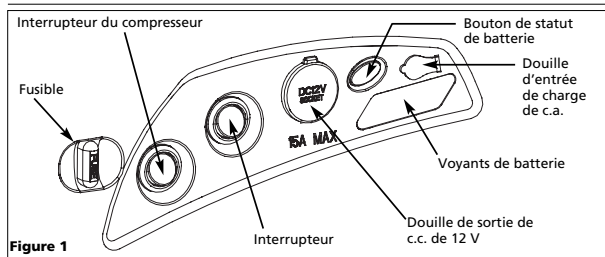

Figure 1
Pousser le bouton de statut de batterie au-dessus des voyants de la batterie (voir la figure 1) pour vérifier le niveau de la batterie. Un voyant vert indique que la batterie a une tension de 11,5 V ou plus et peut être utilisée sans danger. Un voyant jaune indique que la batterie a une tension entre 10,5 à 11,5 volts et doit être rechargée. Un voyant rouge indique que la tension de la batterie est tombée sous 10,5 volts et doit être rechargée immédiatement.
1. Pousser l'interrupteur à la position "off" (arrêt) et insérer l'adaptateur de recharge de c.a. de 120 volts dans la douille d'entrée de charge de c.a. au-dessus des voyants de la batterie (voir la figure 1).
1. Insérer le cordon de c.c. de 12 volts dans la douille de sortie de c.c. de 12 volts sur le gonfleur (voir la figure 1).
2. Introduire l'autre bout dans la prise de c.a. au-dessus des voyants de la batterie (voir la figure 1).
1. Mettre sous tension (voir la figure 1).